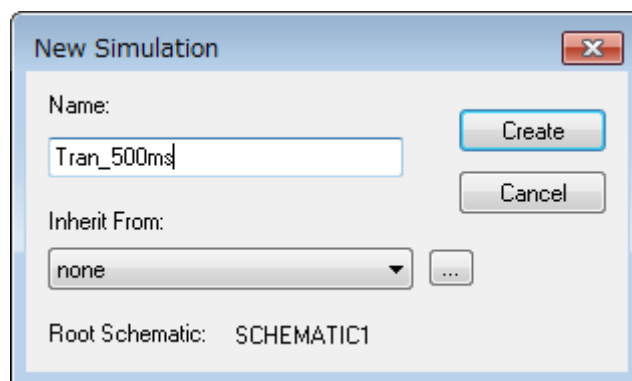

図 5.2 「New Simulation」画面
- (1) OrCAD® Capture メニューバー上の「PSpice」-「New Simulation Profile」をクリックすると、図 5.2 に示す「New Simulation」ウィンドウが表示されます。任意のプロファイル名を指定し、「Create」をクリックしてください。